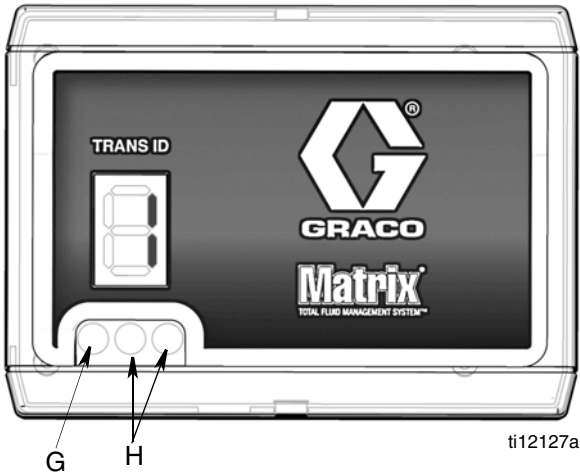

FIG. 7
- La luz de alimentación verde (G) se encenderá indicando que el transceptor está encendido. Vea FIG. 7.